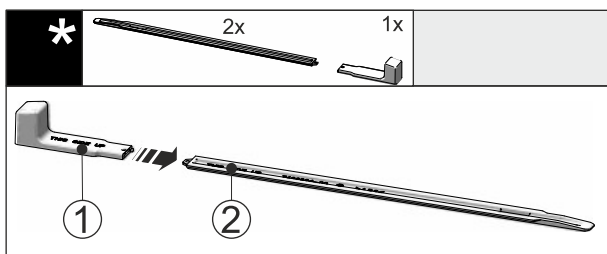

Fig. 43
- Stikk monteringshåndtakene Fig. 43 (1) på nivelleringskinnen Fig. 43 (2).